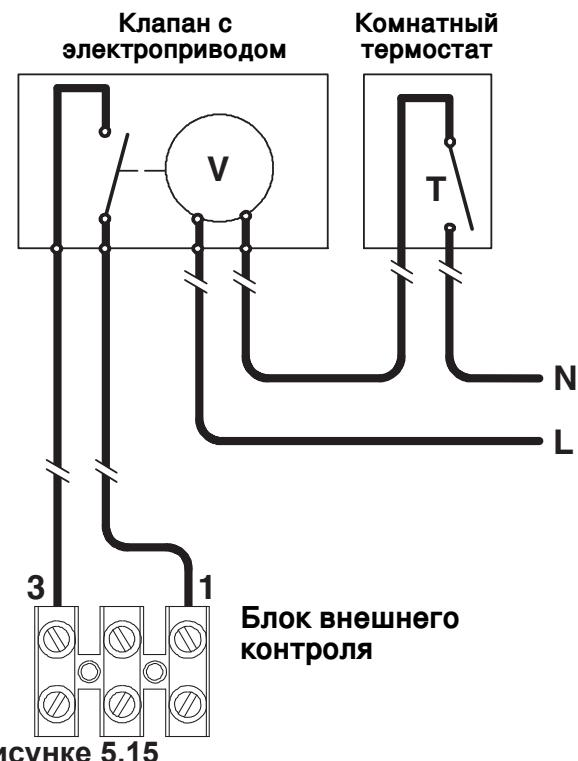

рисунок 5.15
- Клапан с сервоприводом должен быть подключен к клеммной коробке, расположенной рядом с панелью управления (рисунок 5.15).